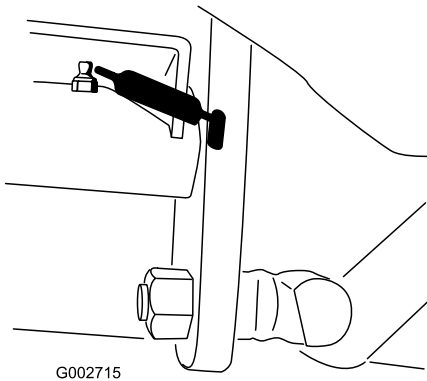

Figura 20
- 1 rulment de pivotare pedală de traciune (Figura 20).